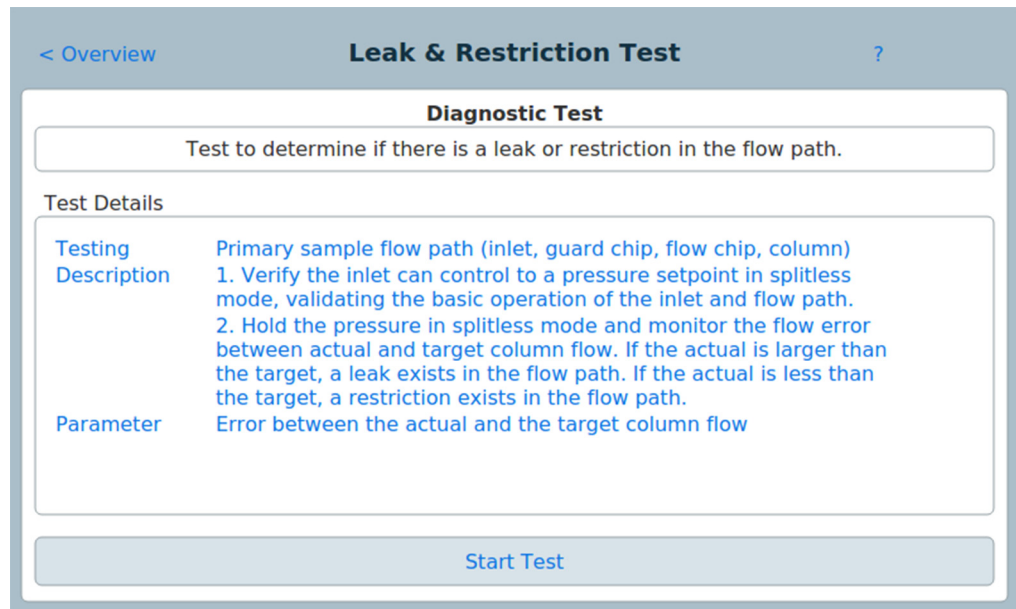

Abb. 26 Seite „Leak & Restriction Test“
- 2 Drücken Sie auf den gewünschten Test. Die entsprechende Testseite wird eingeblendet. Die Testseite enthält eine Testbeschreibung und einen Hinweis auf den getesteten Parameter. Siehe Abb. 26.